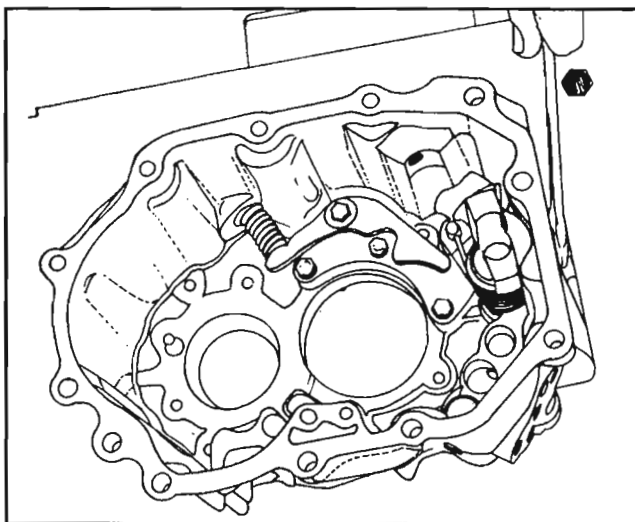

Fig. 93
Coloque el cojinete de la palanca (98) encima del muelle de torsión y apriete el tornillo (99) con la arandela rectificadora (101) y la arandela de muelle (100) en la carcasa. *Fig. 93*